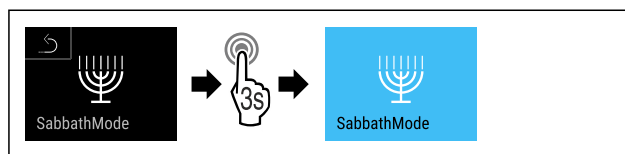

Fig. 15
- ▶ Provedte kroky postupu (viz Fig. 15).